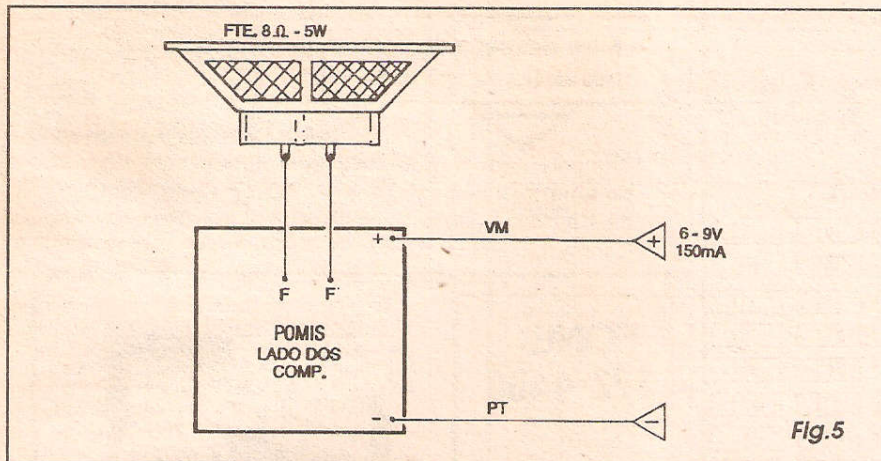

Fig.5
- FIG. 5 - CONEXÕES EXTERNAS À PLACA - No diagrama que detalha as conexões externas à placa, esta é sempre vista pelo seu lado não cobreado (o mesmo ocupado pelas peças que lhe ficam diretamente *em cima*...), porém com os componentes já soldados, *invisibilizados*, de modo a não atrapalhar a interpretação... As ligações da POMIS são poucas e simples, já que basta conectar os terminais do alto-falante (ou *tweeter*) aos pontos F-F, através de pedaços de cabinho isolado, além de ligar os fios a alimentação (estes, sim, com respeito à polaridade...) aos pontos "+" e "-", de preferência usando o código universal de fio **vermelho** para o **positivo** e fio **preto** para o **negativo**... Notar que tanto usando na alimentação pilhas (num suporte), quanto bateria (ligada via *clip*) ou mesmo uma fonte comercial, muito provavelmente essa correspondência padronizada de cores/polaridades, será encontrada, ficando assim bem fácil a interpretação...